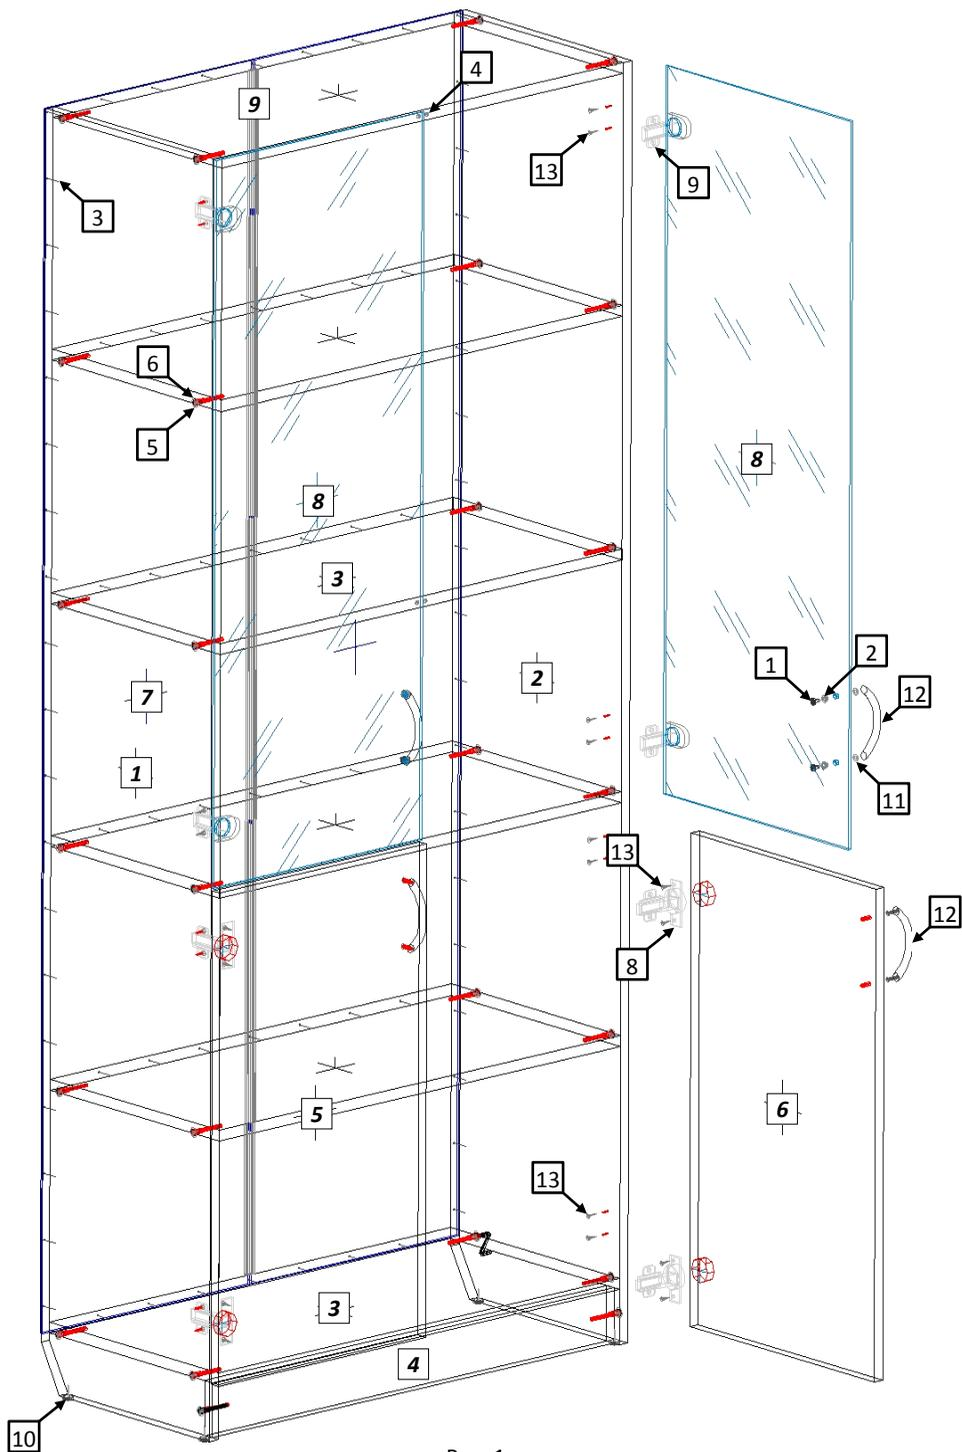

Рис. 1
- Внимательно ознакомьтесь со схемой сборки, изображённой на рис. 1. Согласно позициям на схеме и комплектовочной ведомости определите расположение деталей в изделии и порядок их сборки. Сборка производится на ровном полу, укрытом материалом, предотвращающим повреждение покрытия пола и деталей мебели. Подготовьте необходимые для сборки инструменты – плоскую и крестовую отвёртки, молоток, рулетку или линейку.
- На вертикальных боковых стенках [1,2] установите подпятники (10). Евровинтами (5) соедините вертикальные стенки [1,2] с горизонтальными стенками [3] и цоколем [4]. Гвоздями (3) закрепите задние стенки ДВПО [7], предварительно установив в стык соединительный профиль [9]. Закройте головки евровинтов заглушками (6).
- На дверях [5,6] шурупами 4×16 (13) закрепите петли (8), установите ручки (12). На стеклянных дверях [8] установите петли (9) и ручки (12). Закрепите двери к боковым стенкам шкафа шурупами (13). Отрегулируйте положение дверей винтами петель. Установите на горизонтальные стенки силиконовые самоклеющиеся демпферы (4).